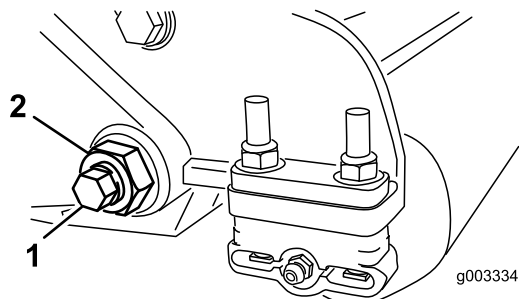

Figura 24
3. En cada lado de la máquina, afloje la contratuercas que fija el perno de la barra de asiento (**Figura 24**).
4. Retire todos los pernos de la barra de asiento, para poder tirar de la barra hacia abajo y retirarla de la unidad de corte (**Figura 24**).